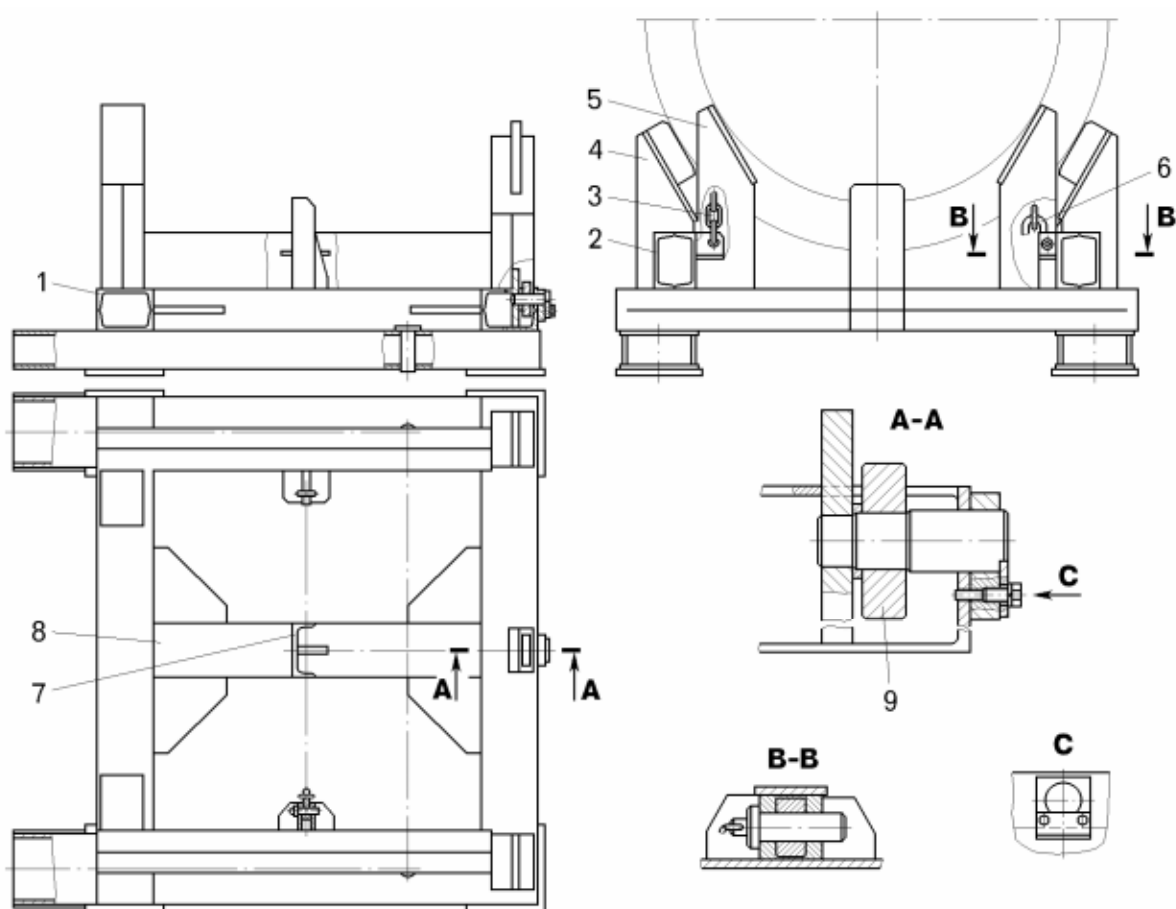
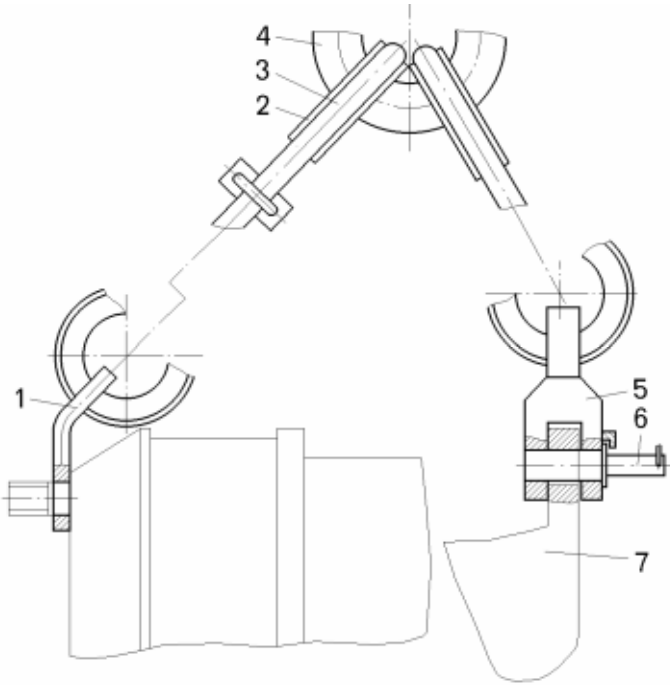

Рисунок 7.4 – Подставка для снятия и установки электромотор-колеса:
Рисунок 7.5 – Подвеска для зачаливания и транспортировки электромотор-колеса:
- установить подставку (рисунок 7.4) на погрузчик и установить его под мотор-колесо. Отвернуть два верхних болта крепления электромотор-колес к картеру заднего моста и при помощи болтов, вворачиваемых в отжимные отверстия корпуса редуктора разъединить электромотор-колесо от картера заднего моста. Подвеска (рисунок 7.5) предназначена для зачаливания и транспортировки мотор-колес;